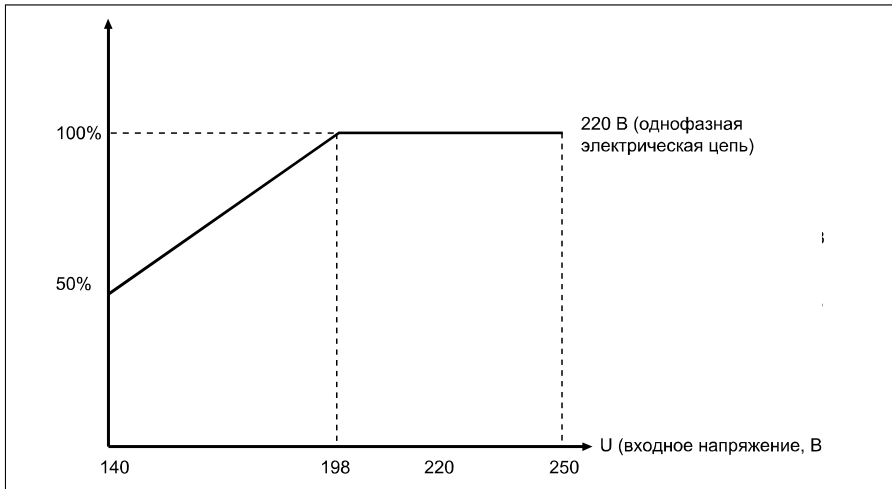

Рисунок 1
1. Перед началом работы убедит сети находится в пределах диапазона входного напряжения, допустимого для данного устройства. Присоедините провод заземления к разъему заземления (6).
2. Включите регулятор напряжения с помощью “Размыкатель цепи ” (1). На вольтметре выходного напряжения (5) регулятора напряжения должен отображаться отсчет 220 В. Только после того, как вы убедитесь в том, что напряжение является нормальным, вы можете включить оборудование, подключенное к регулятору напряжения.
3. Если напряжение сети ниже 198 В (см. рисунок 1): используйте это напряжение со снижением мощности в соответствии с кривой выходной мощности.